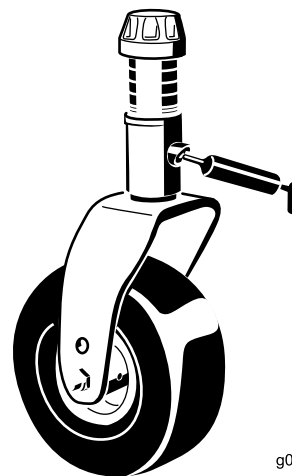

Рисунок 67
- Втулки валов вилок поворотных колес (2 шт.) (Рисунок 67)